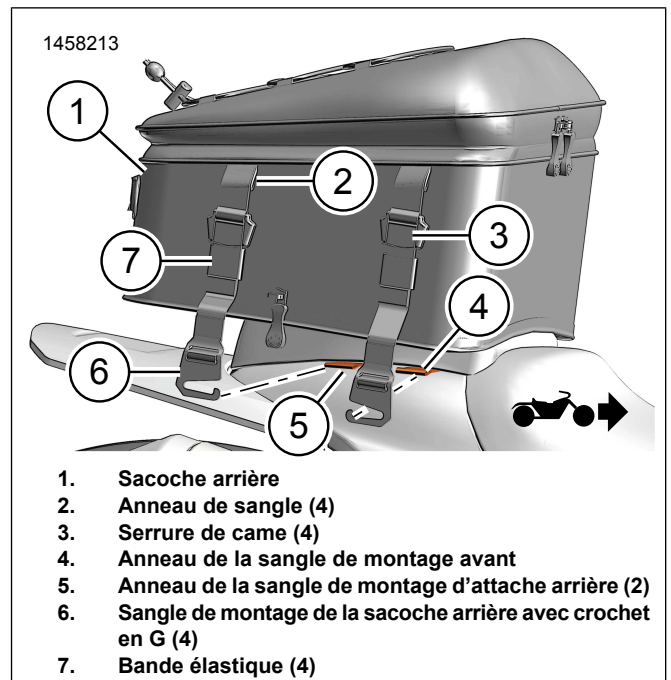

Figure 4. Installation de la sacoche arrière
5. Figure 4 Fixer adéquatement les sangles de montage de la sacoche arrière avec des crochets en G (6) à travers les anneaux de la sangle de montage (4) et les anneaux de la sangle d'attache de montage arrière (5).
6. Serrer les sangles pour fixer adéquatement la sacoche à l'aide des serrures de came (3).
7. Assujettir la longueur de sangle excessive à l'aide de bandes élastiques (7).
2. Figure 4 Fixer les crochets en G (6) sur les anneaux de sangle (2) tout en traînant la sacoche arrière (1).